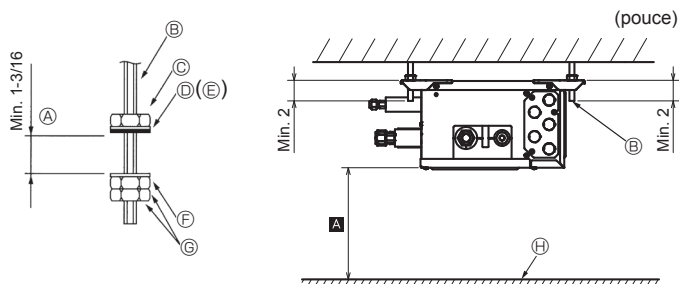

Fig. 6-1
- (2) Fixez les rondelles (①, ②) et les écrous (à acheter localement) sur les boulons de suspension. (Fig. 6-1)
- (3) Accrochez l'appareil sur les boulons de suspension.
- (4) Serrez correctement les écrous (vérifier la hauteur de plafond).
- (5) Utilisez un niveau pour ajuster le boîtier de dérivation à l'horizontale.
- ① Une fois l'appareil suspendu et les écrous correctement fixés
- ② Boulon de suspension
- ③ Rondelle (avec amortisseur)
- ④ Vérifiez que l'amortisseur est orienté vers le bas
- ⑤ Rondelle (sans amortisseur)
- ⑥ Rondelle (à acheter localement)
- ⑦ Écrou (à acheter localement)